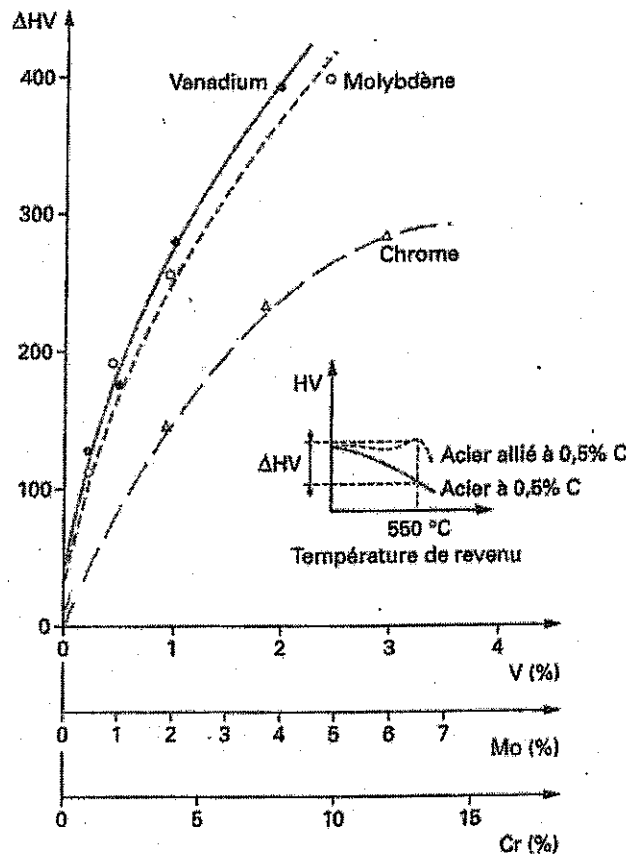

Figure 5: Influence des éléments d'additions (V, Mo et Cr) sur le durcissement secondaire à 550°C d'un acier à 0,5% de carbone.
2. Commenter ce qu'il se passe sur la **Figure 5**, lorsque des éléments d'additions tels que le vanadium, le molybdène et le chrome sont ajoutés à un acier non allié contenant 0,5% en masse de carbone. Expliquer les différences observées.